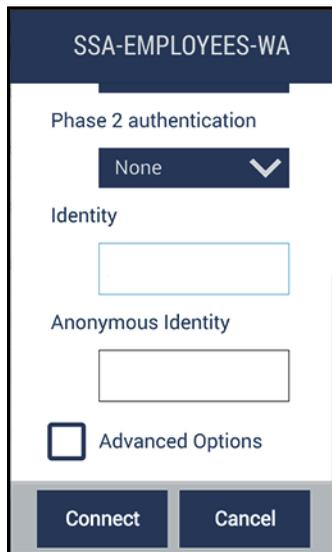

图 4-24 验证对话框（B部分）
5. 向下轻拂手指，滚动到**Identity**（身份）框（参见第134页的图 4-24）。